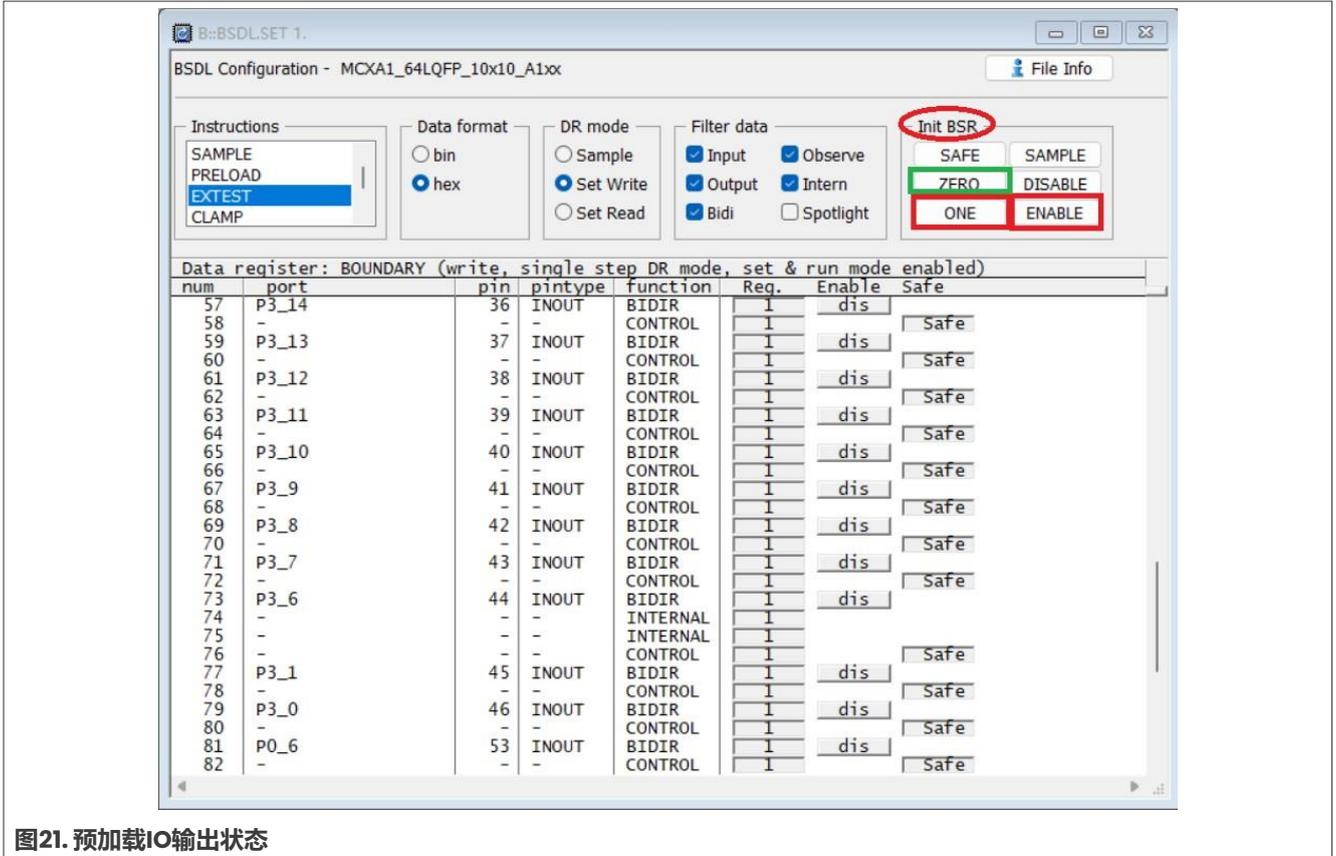

图21. 预加载IO输出状态
- PRELOAD测试与EXTTEST一起使用。如图21所示，点击**ONE**或**ZERO**按钮可控制所有GPIO输出高电平或低电平，点击Init BSR组中的**ENABLE**按钮可启用所有GPIO。